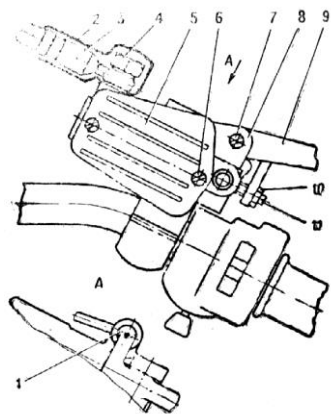

Рис. 28. Привод гидравлического тормоза:
- вывернуть винты 6, снять крышку 5 (рис. 28) главного тормозного цилиндра и диафрагму;
- нажимая на рычаг 9 (рис. 28) тормоза переднего колеса, сливать жидкость из системы, доливая в главный тормозной цилиндр свежую тормозную жидкость до тех пор, пока во всей системе не произойдет замена жидкости, следя, чтобы жидкость полностью из главного тормозного цилиндра не удалялась;